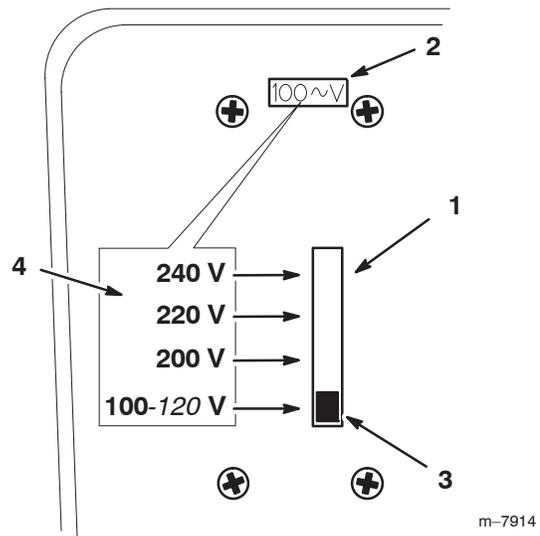

Bild 13
1. Gehen Sie auf die Spannungsauswahl hinten am Ladegerät (Bild 13).
2. Stellen Sie die Spannung ein, indem Sie den Schalter auf der Spannungsauswahl nach oben oder unten bewegen, um die eingestellte Spannung zu ändern (Bild 13).